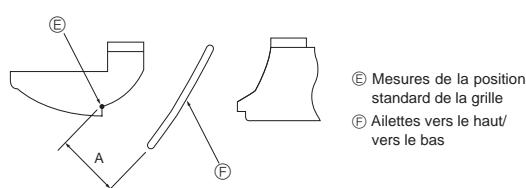

Fig. 7-10
- ② Débrancher le connecteur du moteur des ailettes du ventilateur que vous souhaitez verrouiller. (Appuyer sur le bouton et, en même temps, retirer le connecteur dans le sens indiqué par la flèche illustrée sur le schéma.) Lorsque le connecteur est déposé, l'isoler avec du ruban spécialement conçu à cet effet.
- ③ Pour régler le sens souhaité de la soufflerie, déplacer lentement les ailettes vers le haut/vers le bas dans la plage indiquée. (Fig. 7-10)